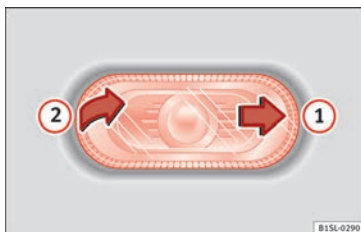
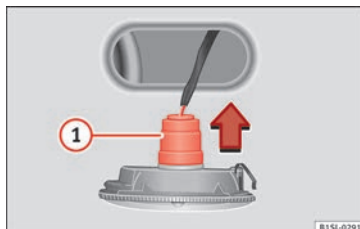

Fig. 92 Démontez le clignotant latéral.
Fig. 93 Clignotant latéral : remplacement des ampoules.
1. Déplacez avec une main le clignotant latéral vers l'arrière » **fig. 92 ①**.
2. Retirez le clignotant latéral de la carrosserie en faisant lever **②**.
3. Retirez le support d'ampoule avec l'ampoule dans le sens de la flèche » **fig. 93 ①**.